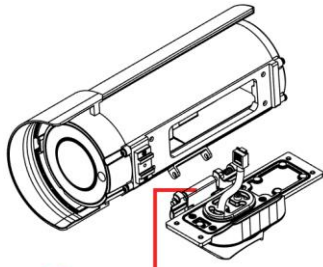

Figure 9
- C. Poussez la goupille (1) (Figure 9) et placez la caméra sur la charnière. Relâchez la goupille pour fixer la caméra à la plaque du bras de montage.